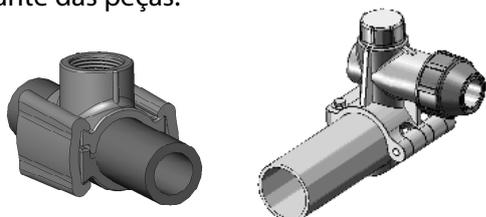

Figura 7
Passo 1 – Instale o tê de serviço ou colar de tomada na tubulação de distribuição de água, conforme Figura 7, seguindo orientações do fabricante das peças.